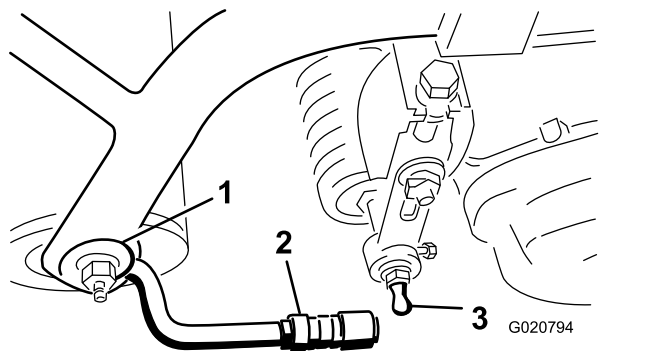

Figure 8
- Repoussez le manchon sur chaque douille de rotule et accrochez la douille à la tige rotule du plateau de coupe. Relâchez le manchon gaine pour qu'il vienne recouvrir la tige et solidarise les ensembles (Figure 8).